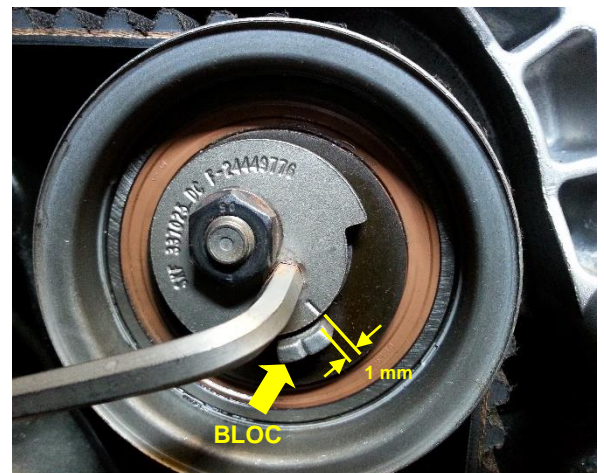

Figure 14
- Mettre en tension la courroie à l'aide du galet tendeur : avec une clé Allen, tourner l'excentrique dans le sens antihoraire jusqu'à faire dépasser son repère du bloc (Figure 14). Revenir en laissant le repère à environ 1 mm au-dessus du bloc. Serrer l'écrou.